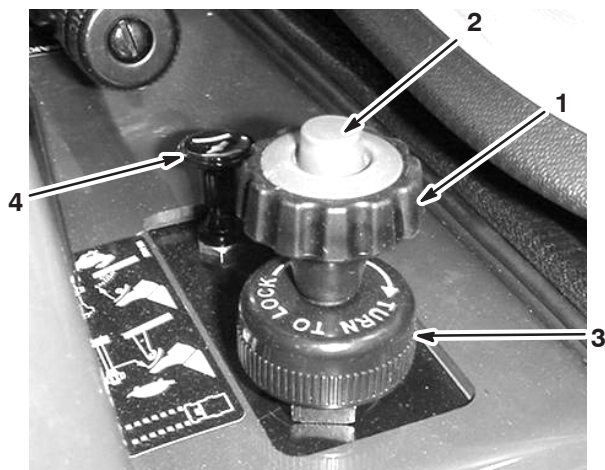

Bild 14
Der Geschwindigkeitsbegrenzer ist ein großes Handrad an der rechten Seite des Sitzes (Bild 14). Mit dem Handrad können Sie das maximale Durchtreten des Fahrpedals und damit die maximale Geschwindigkeit des Sprühgeräts einstellen.
2. Drücken Sie die Taste oben am Handrad des Geschwindigkeitsbegrenzers und ziehen Sie es nach oben, bis es das Fahrpedal berührt. Lassen Sie dann die Taste los (Bild 14).
4. Nach dem Einstellen können Sie die Stellung arretieren. Drehen Sie hierfür den Arretierungsring unten am Geschwindigkeitsbegrenzer im Uhrzeigersinn, bis er fest sitzt (Bild 14). Drehen Sie zum Lösen der Arretierung den Arretierungsring entgegen dem Uhrzeigersinn, bis er lose ist.
Der Choke ist ein kleines Handrad an der rechten Seite des Sitzes (Bild 14). Ziehen Sie zum Anlassen eines kalten Motors den Chokehebel heraus. Stellen Sie nach dem Anlassen des Motors den Choke so ein, dass der Motor ruhig läuft. Drücken Sie den Hebel so bald wie möglich ganz hinein (Aus-Stellung). Ein bereits warmer Motor erfordert keine oder fast keine Starthilfe.